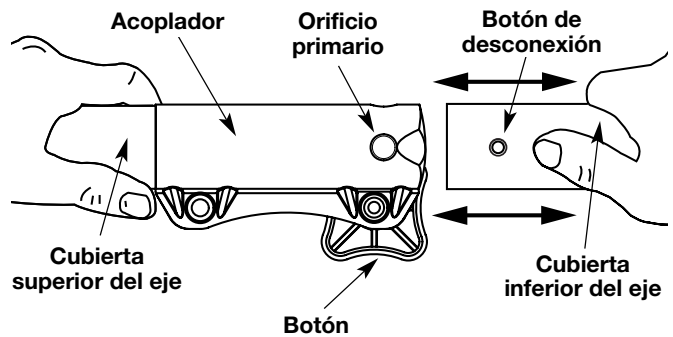

Fig. 2
3. Mientras sostiene con firmeza el bastidor del eje superior, tire del accesorio del soplador turbo hacia afuera del acoplador (Fig. 2).
3. Mientras sostiene el accesorio con firmeza, empújelo en línea recta en el acoplador (Fig. 2).
PRECAUCIÓN: Trabe el botón de desconexión en el orificio primario (Fig. 2) y ajuste bien la perilla antes de operar esta unidad.